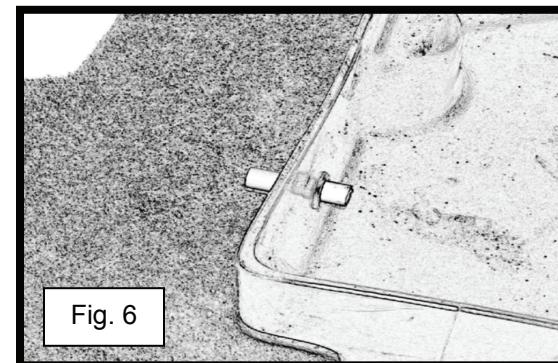
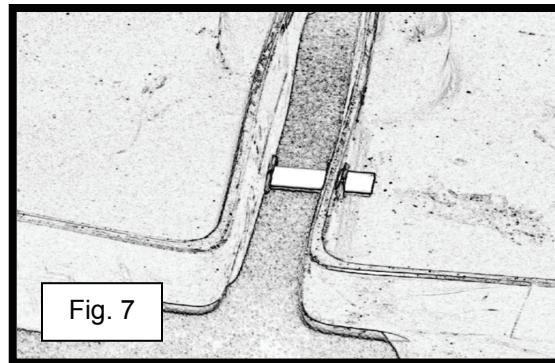

Fig. 6
Fig. 7
- 5) Tapoter doucement la partie exposée du tube en Teflon à l'aide d'un maillet en plastique ou d'un marteau de taille moyenne. **REMARQUE : Si vous sentez beaucoup de résistance, tentez d'introduire le tube dans la rondelle davantage avec vos mains. Lorsque vous ne sentez plus de résistance entre le tube et la rondelle, reprenez le tapotement avec le maillet ou le marteau et tenez la rondelle avec les doigts, de l'autre côté du dispositif d'accumulation, jusqu'à ce que le tube ait traversé complètement la rondelle (consulter la fig. 6).**
- 6) Après avoir inséré complètement le tube recouvert de Teflon dans la rondelle logée dans le premier dispositif d'accumulation (consulter la fig. 6), aligner la rondelle du deuxième dispositif d'accumulation avec le tube sortant (consulter la fig. 7). (Consulter les directives n° 4 à titre de référence.)